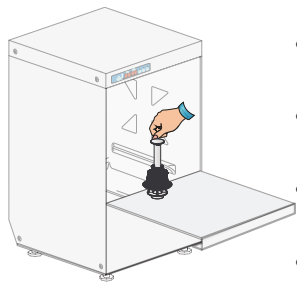
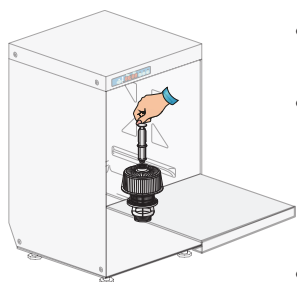

Fig. 1
Fig. 2
- Controllare che il filtro sia ben alloggiato nella propria sede (Fig. 1-Fig. 2).
- Inserire il tubo di troppopieno nell'apposita sede all'interno della vasca (Fig. 1-Fig. 2).